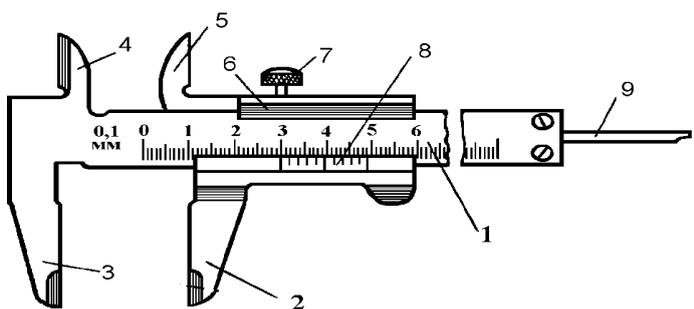

Рис.2
11. Перечислите детали штангенциркуля под цифрами: 1;6;9.(Рис.2).
13.Какая зубчатая передача редуктора называется двухступенчатой(Рис.2)?